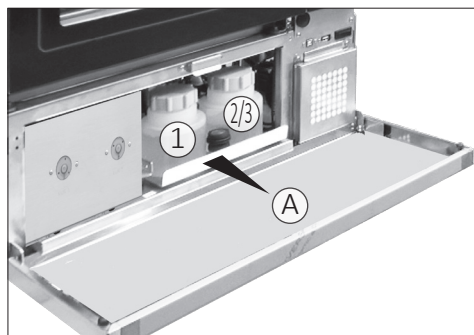

Fig. 11.1
- 1) Tire del cassette manualmente y extraígallo (A Fig. 11.1);